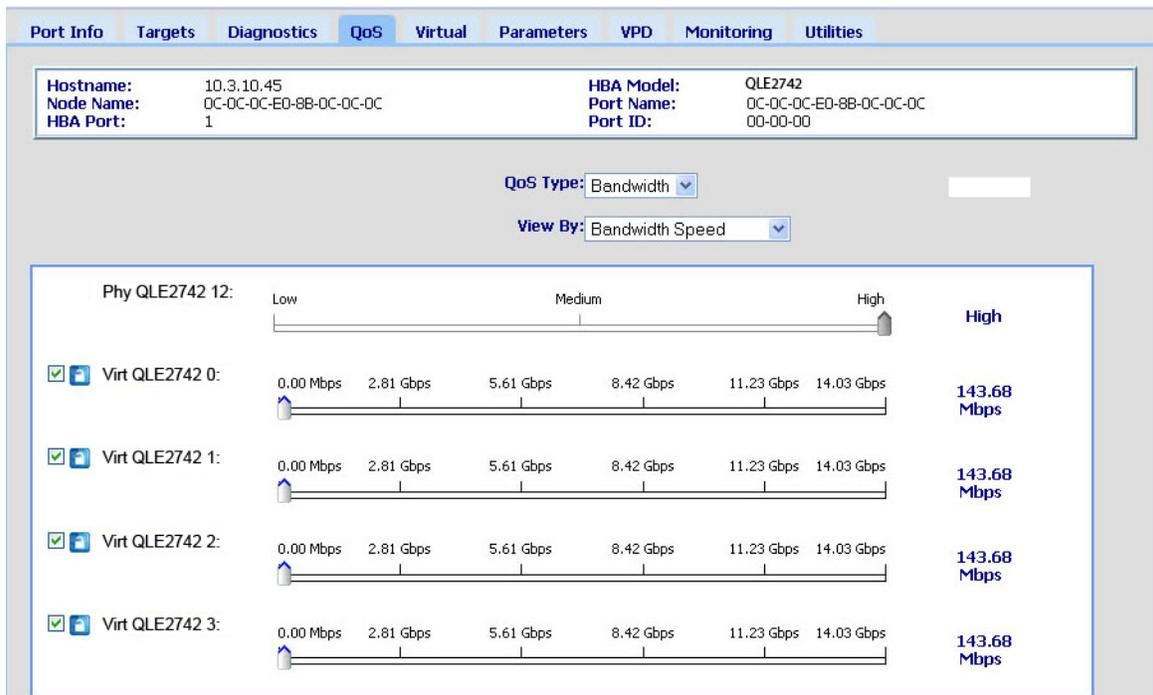

Figure 3-9. Définition de la QoS par vitesse de bande passante
- Déplacez le curseur pour sélectionner la vitesse de bande passante, tel qu'illustré à la Figure 3-9.